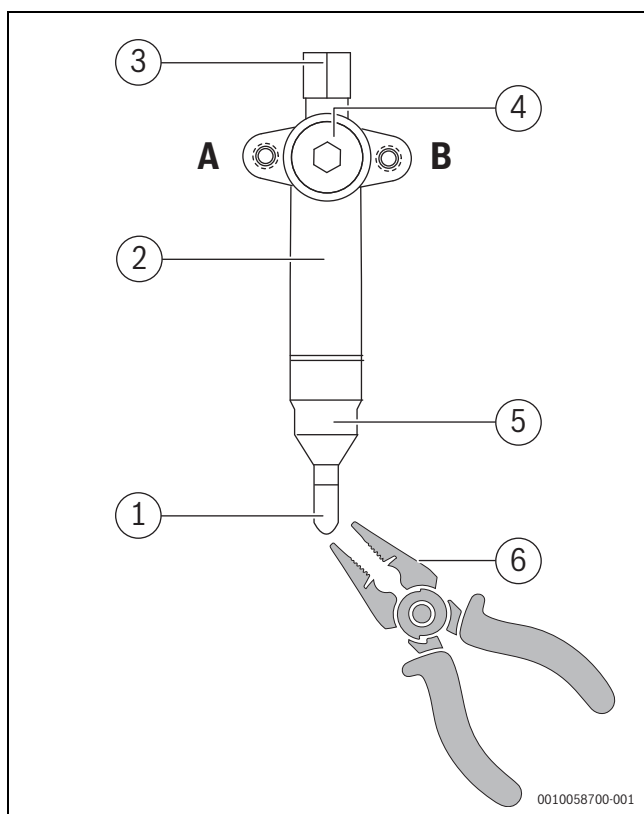

Fig. 89
- ▶ Îndepărtați tubul de etanșare mare (→ Fig. 89).